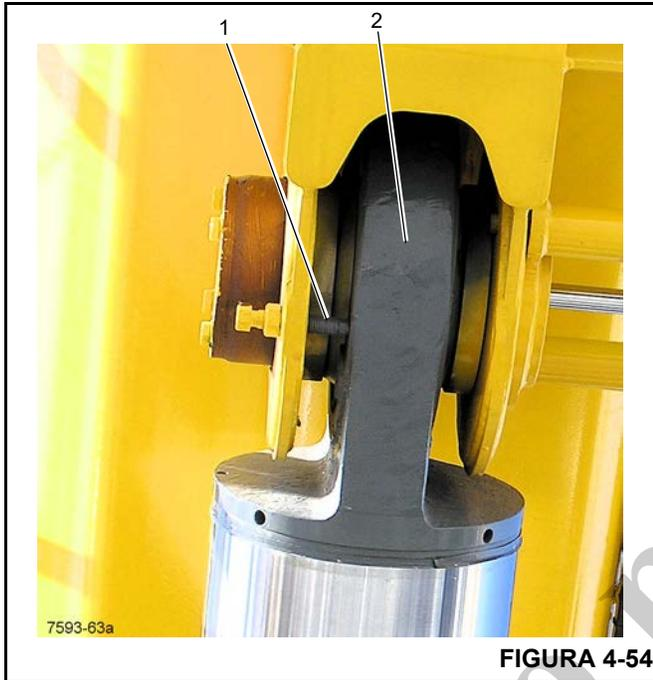

FIGURA 4-54
16. Ajuste los pernos superiores e inferiores (1) (Figura 4-54) con una separación de 0.04 pulg (1 mm) entre el perno y el pivote del extremo de varilla del cilindro de elevación (2). Asegúrese de que el extremo de la varilla esté centrado en el pivote. Bloquee el perno centrador en su lugar con la contratuerca.